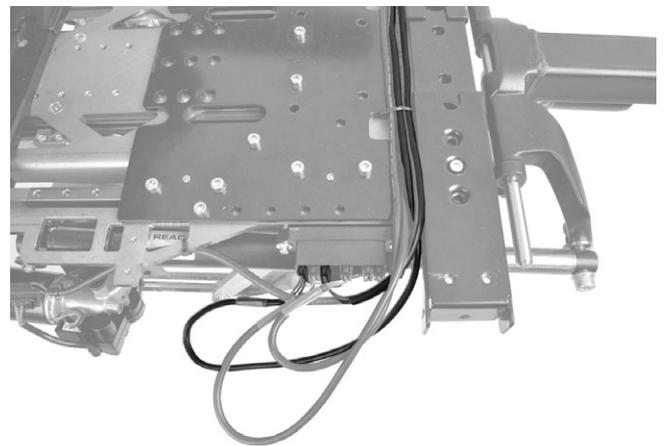

Abbildung 82. Die Verkabelung der AP Sitzhöhenverstellung ist am Kontaktblock im Sitzrahmen angeschlossen.
6. Verkabelung der AP Sitzhöhenverstellung an den Kontaktblock am Sitzrahmen anschließen. Siehe Abbildung. 82. Kabel an den Leitungshaltern befestigen.